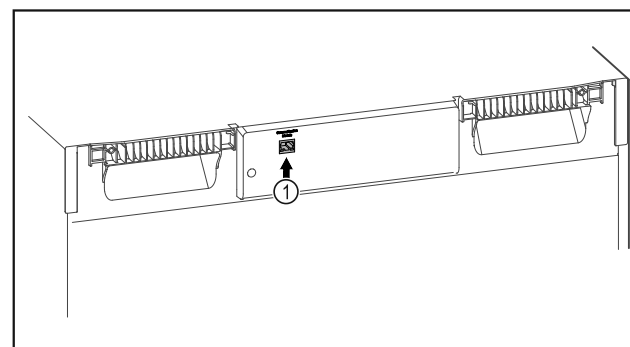

Fig. 115
- Le SmartModule Fig. 115 (1) est en place.